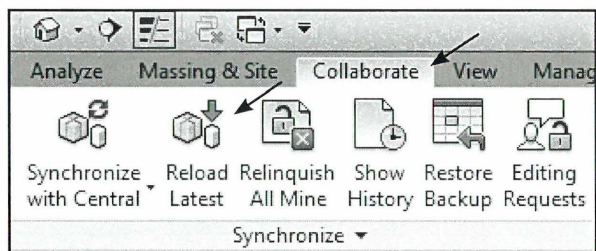

Fig. 16.16. Reload opdateringer, med Reload Latest.
- Klik *Collaborate - Reload Latest* (Fig. 16.16).